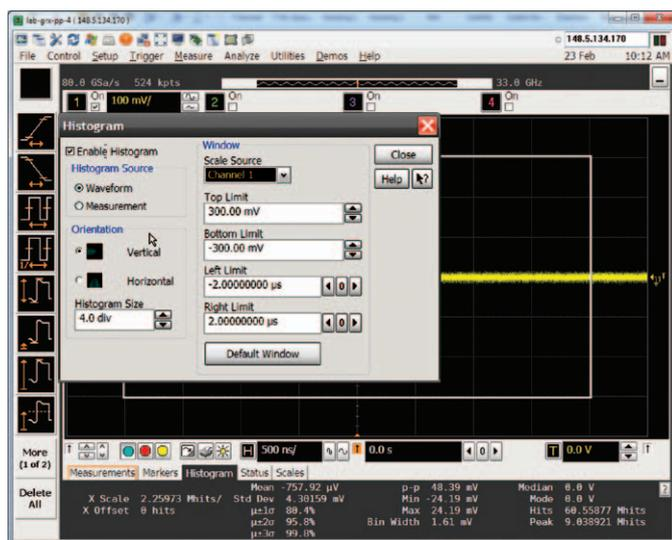

図3. キーサイトのオシロスコープのヒストグラム測定ウィンドウ
- キーサイトとTektronix社は垂直ヒストグラム機能を備えています。これは、結果をACRMS測定と比較するための優れた手段です。これらのベンダーのオシロスコープでは、垂直ヒストグラム測定をオンにしてください。キーサイトのオシロスコープの場合は、以下を選択することによりこの垂直ヒストグラムをオンにできます。[Analyze]→[Histogram]→[Enable Histogram]→[Orientation to Vertical](図3)ヒストグラムウィンドウのStd Dev(標準偏差)測定を使用します。ACRMS測定と同じでなければならないことに注意してください。